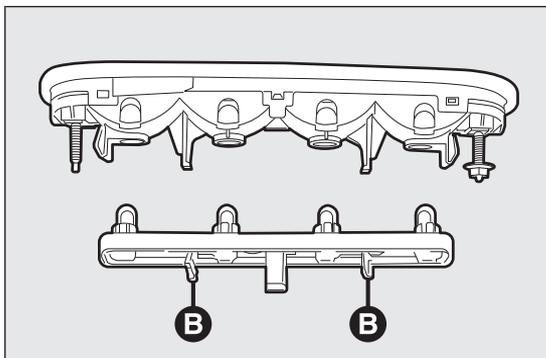

Abb. 205
- gegen die Rippen B Abb. 205 drücken und die Lampenhalterung herausziehen;